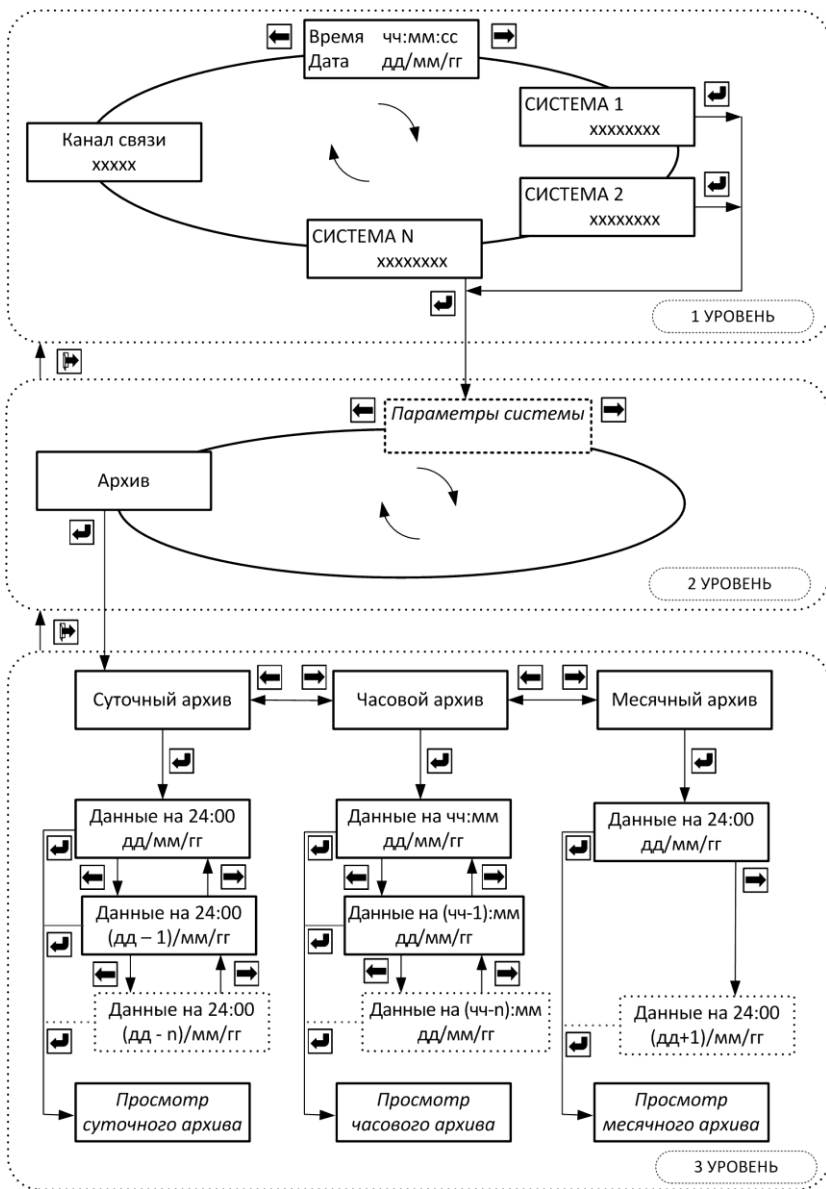

Рис. 9.2 Режим «Рабочий»
6.3.5. Порядок перехода между окнами режима «Рабочий» изображён на рис. 9.2.
6.3.6. Порядок перехода между окнами при просмотре суточного архива изображён на рис. 9.2а. Просмотр месячного архива аналогичен, за исключением того, что в месячном архиве температуры не вычисляются и для просмотра не выводятся.
Рис. 9.2а Просмотр архива по суткам, месяцам
Рис. 9.2б Просмотр архива по часам